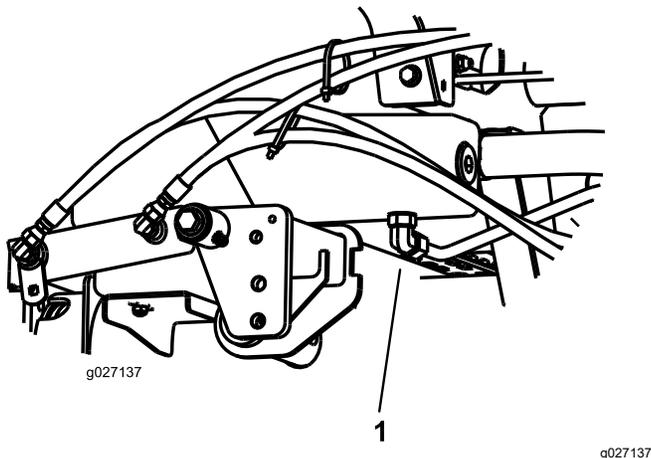

図 73
- タンク 図 73 の下についているフィッティングの下に、オイルを受ける大型の容器を置く。